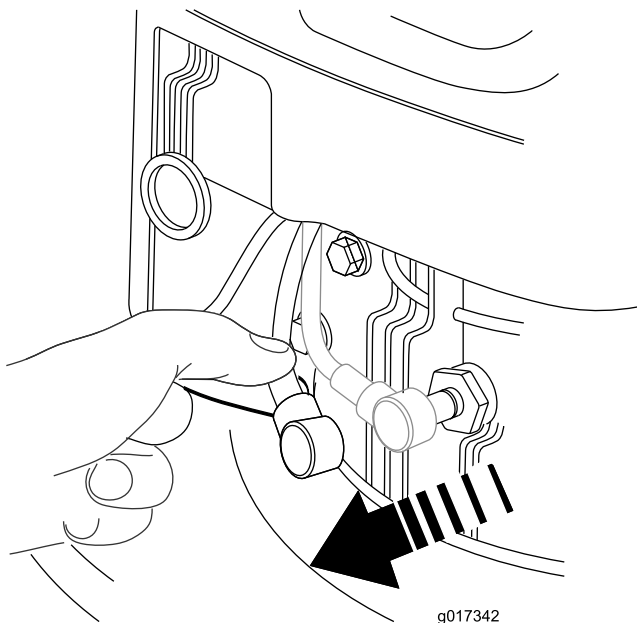

Figura 32
3. Scollegate il cappello dalla candela (Figura 32).